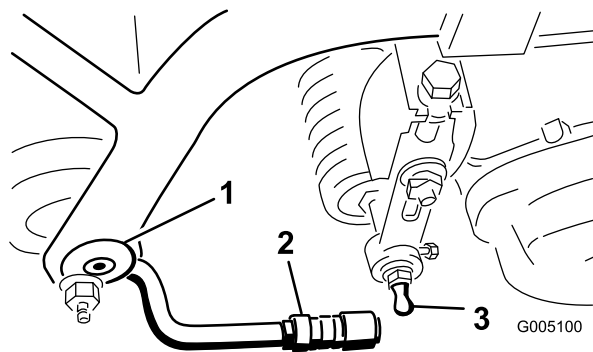

Figure 11
2. Placez une rotule à chaque extrémité du rouleau avant sur les plateaux de coupe (Figure 11).
4. Repoussez la gaine sur la rotule et tournez le bras de traction vers le bas pour que la douille s'adapte sur la sphère. Relâchez la gaine pour qu'elle vienne recouvrir le goujon et solidarise les ensembles (Figure 11).